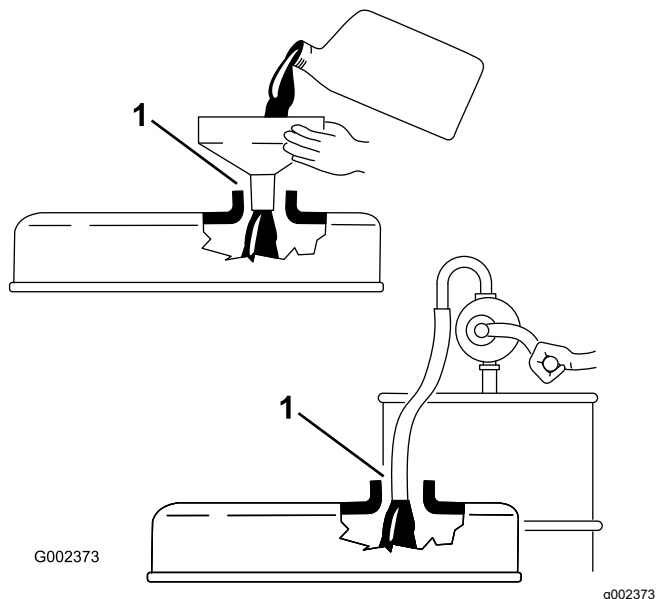

図 29
**重要** エンジンオイルを補給するときには、ディップスティックを抜いておいてください。エンジンオイルを補給する時には、補給口とジョウゴなどの間に **必ず** 図 29 に示すようなすき間が必要です。これは補給の際に通気を確保し、オイルがブリーザ内部に侵入しないようにするためです。